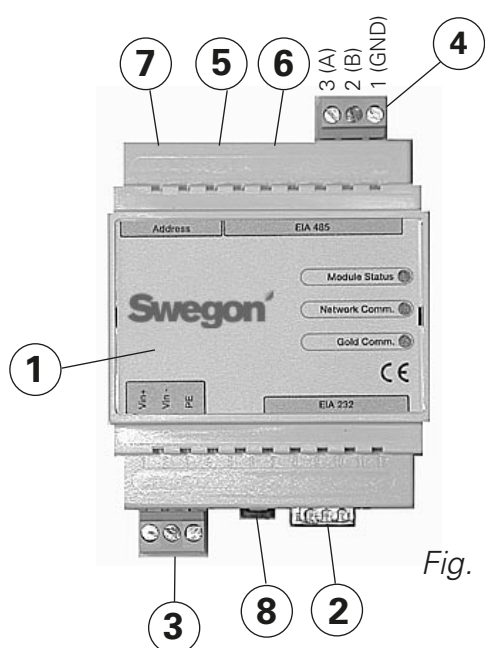

Fig. 1
Raccordez les bornes Vin+ (1) et Vin- (2), voir fig. 1, de l'unité GOLDen GATE, soit à un réseau séparé avec la tension appropriée, soit aux bornes 24 V CA selon le modèle, voir ci-dessous :
Mettez un des interrupteurs 8 (voir fig. 1) en position MARCHE lors de la configuration. L'interrupteur doit se trouver en position MARCHE avant raccordement à une alimentation 24 V.
Une fois la configuration terminée et les paramètres enregistrés, l'unité doit être hors tension pendant 30 secondes avant que les programmations s'appliquent. Remettez tous les interrupteurs 8 (voir fig. 1) en position ARRÊT.
Version C/D (voir figures 1 et 4)
Raccordez le câble de communication fourni avec le contact modulaire à 6 pôles RJ12 à 6 (voir fig. 1) et le contact D-sub à 9 pôles à la GOLD (voir fig. 5). L'interrupteur 4 sur l'unité de commande de la centrale GOLD doit se trouver en position Marche et l'interrupteur 3 en position Arrêt, voir figure 5.
Raccordez le câble de communication fourni avec le contact modulaire à 6 pôles RJ12 à 6 (voir fig. 1) et le contact rond à la GOLD (voir fig. 6).